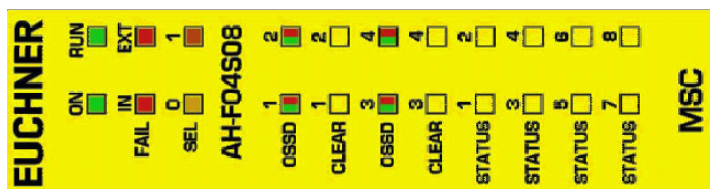

Figure 41:
8.4.14. Module AH-FO4S08 (Figure 41)